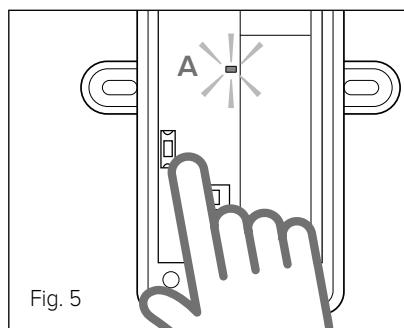

Fig. 5
- Apăsați tasta de pe placă Sondei Externe până când LED-ul roșu A se aprinde pentru circa 2 secunde (fig. 5).